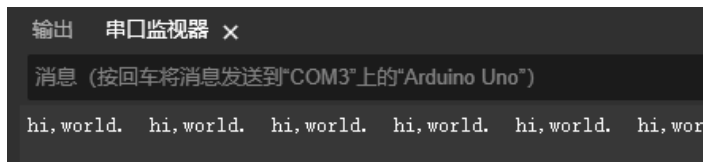

图 2-37
(3) 单击工具栏上的上传按钮进行编译上传，然后就可以看到串口监视器上输出字符串了，如图 2-37 所示。